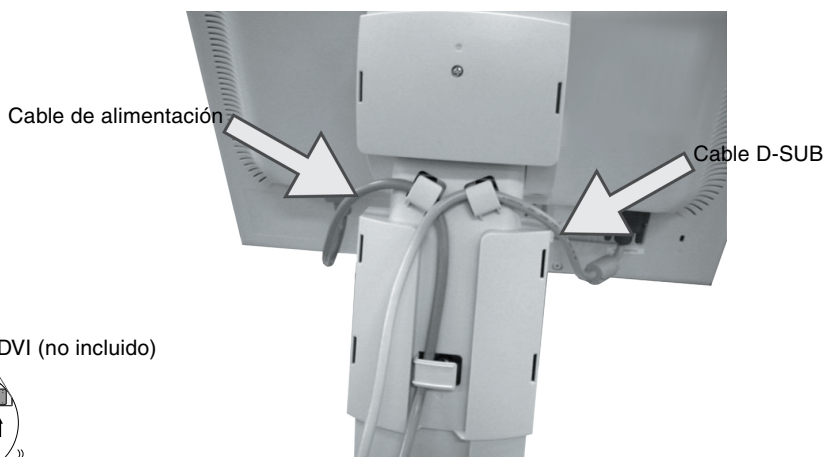

Figura C.2
5. Introduzca el cable de alimentación en sus corchetes correspondientes, como se indica en la **figura C.2**.
6. Introduzca el cable D-Sub en sus corchetes correspondientes, como se indica en la **figura C.2**.